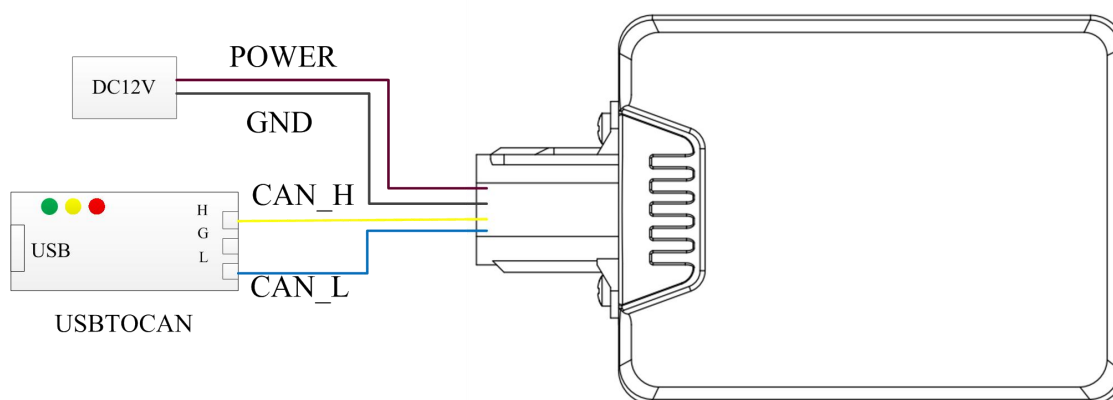

图 9 USBCAN 连接测试示意图
2) 通过 USBCAN 适配器，连接 PC 与 SR73F 雷达传感器，连接示意图如图 9：